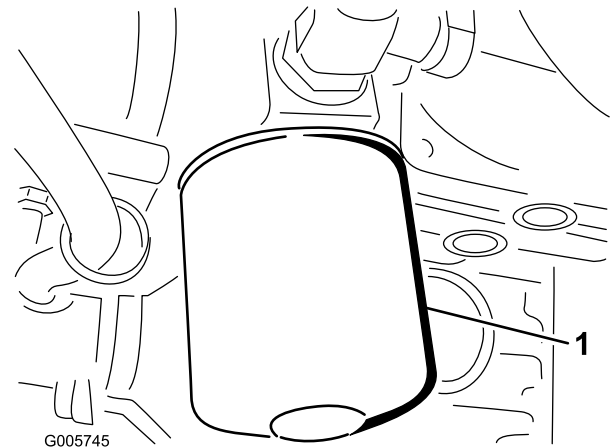

Figura 74
1. Limpie la zona de montaje del filtro de aceite hidráulico. Retire el filtro de la base (Figura 74) y limpie la superficie de montaje del filtro.